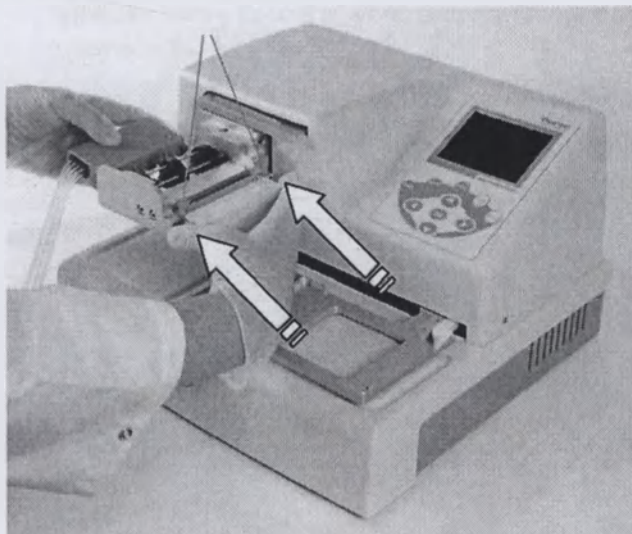

Рисунок 4-12. Установка нижней части кассеты для диспенсирования в предназначенные для нее пазы
2. Осторожно разместите восемь трубок под ротором насоса и вставьте нижнюю часть кассеты для диспенсирования в предназначенные для нее пазы в корпусе насоса (рисунок 4-12). Проверьте, свободно ли размещены трубки под ротором насоса и проволока для ограничения натяжения под валом ротора.